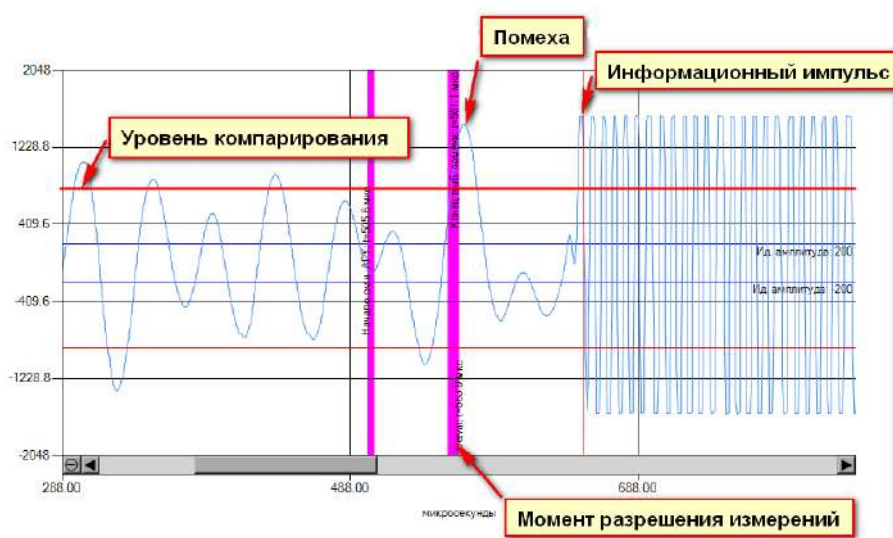

Рисунок 5.1
5.4.2 В случае, если амплитуда помехи превысит уровень компарирования после момента разрешения измерений (рисунок 5.1), она будет воспринята системой как ложный информационный импульс. При этом однозначно сработает система самодиагностики по критерию «отклонение измеренной скорости звука луча от средней свыше установленной границы (5%)» либо по критерию «отношение сигнал-шум менее критического значения (менее 15 дБ)». При этом система самодиагностики сформирует сигнал аварии луча «НЕНОРМА» и луч будет отключен.